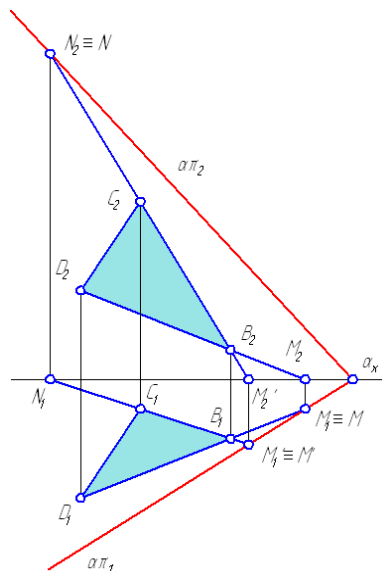

Рисунок 5.2.1 — Построение следов плоскости
2) Из точки M_2 восстановить перпендикуляр (линию проекционной связи) до его пересечения с горизонтальной проекцией прямой DB или ее продолжением. Точка пересечения M_1 и будет являться горизонтальной проекцией горизонтального следа (Рисунок 5.2.1), которая совпадает с самим следом M .